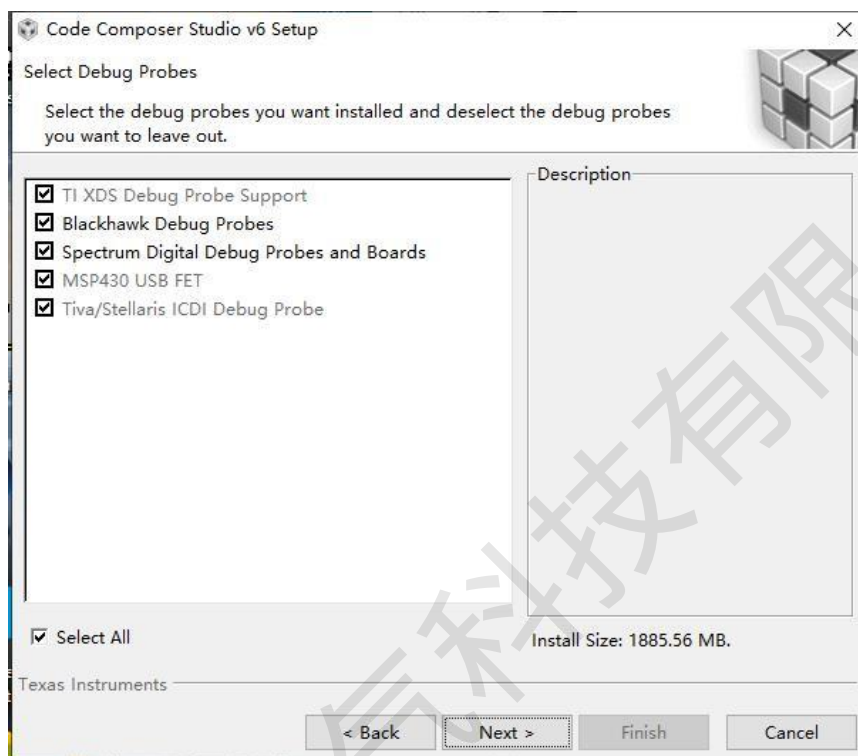

图 1-4
4、依旧根据自己的需求选择仿真设备驱动类型，这里选择“Select All”，然后点击“Next”见下图 1-4 所示：